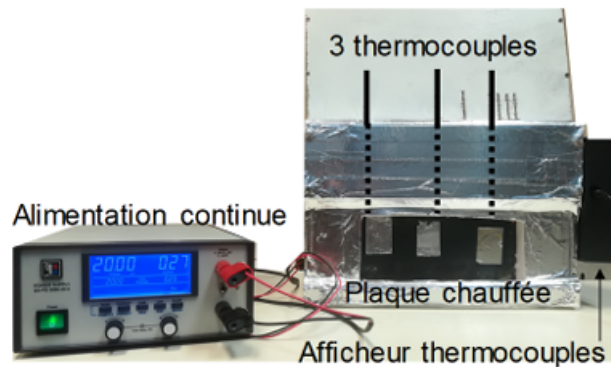
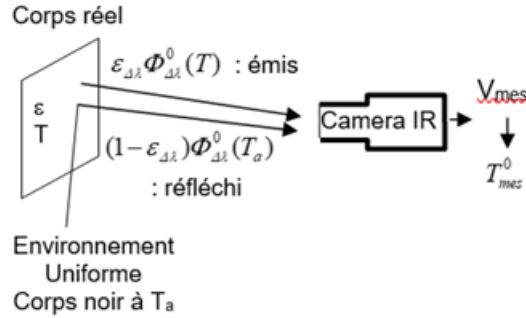

Figure 5: Plaque chauffante à différentes émissivités
Figure 7: Schéma du montage pour la mesure sur un corps réel (plaque chauffante)
**Plaque chauffante à différentes émissivités** Il s'agit d'une plaque en cuivre régulée en température dont la surface est peinte en noir. Localement, comme vous pouvez l'observer sur la Figure 5, l'émissivité de la surface a été modifiée par l'ajout d'adhésifs en aluminium (de gauche à droite : adhésif seul, adhésif + scotch blanc, adhésif + vernis).
TODO : Expérience de la figure 7 à droite du TP (dans notre compte rendu mettre la figure et la numérotée)
Maintenant que la caméra est étalonnée, il est possible de faire la mesure sur des corps réels comme indiqué sur la Figure 7. Une plaque chauffante (Voir Figure 5) sur laquelle sont placés différents matériaux, faisant donc varier les émissivités des parties de la plaque.